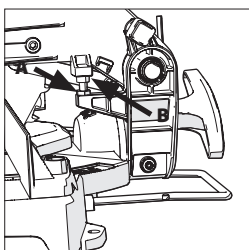

Fig. 12A + 12B
- Maak de moer los aan de afstandstop met een 10mm moersleutel (niet meegeleverd). (**Fig. 12A**)